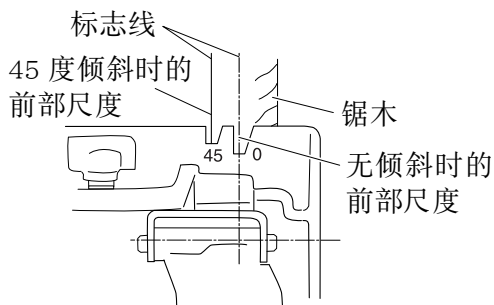

图 7
1. 将锯体（底座）放在锯木上，将锯片对准前部尺寸（图 7）。